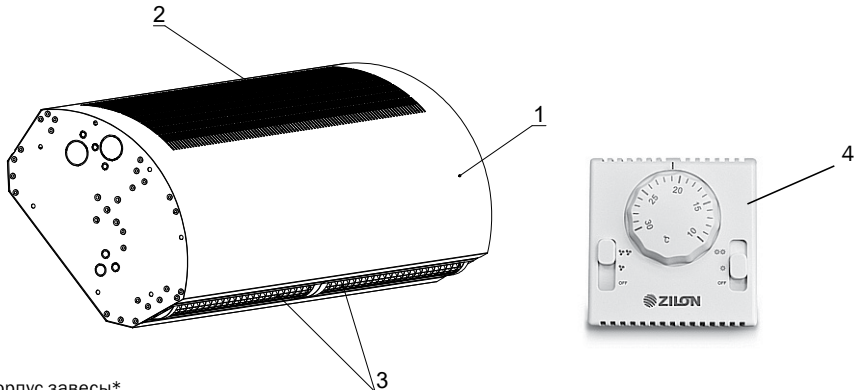

Рис. 1
Завеса состоит (см. рисунок 1) из корпуса* (1), изготовленного из листовой нержавеющей стали. Внутри корпуса расположен медно-алюминиевый теплообменник и вентиляционный узел. Во всех моделях завес используются энергоэффективные центробежные вентиляторы. Каждый центробежный вентилятор оснащен собственным электродвигателем. В комплект изделия входит выносной пульт дистанционного управления ZA-2.